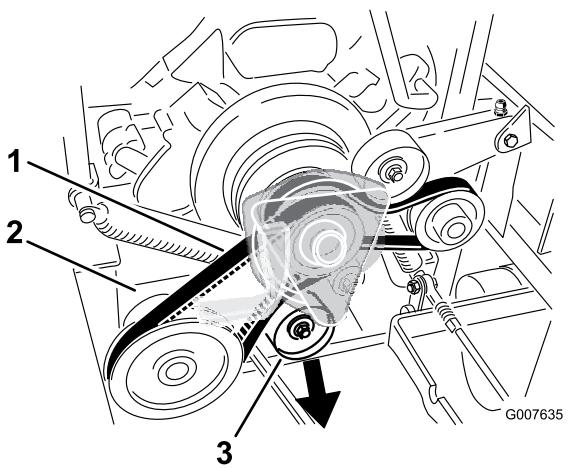

Figura 51
5. Presione hacia abajo la polea tensora tensada con muelle de la correa de la toma de fuerza, y retire la correa de la polea del embrague (Figura 51).
17. Presione hacia abajo el brazo tensor tensado con muelle de la correa de la toma de fuerza, e instale esta en la polea del embrague (Figura 51).